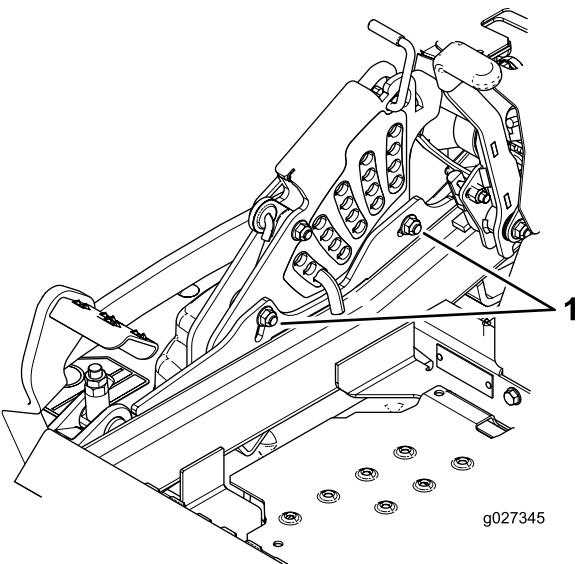

Figura 89
12. Para ajustar el sistema de ajuste de un solo punto, afloje los 2 pernos situados cerca del borde inferior de la pletina de altura de corte (Figura 89).